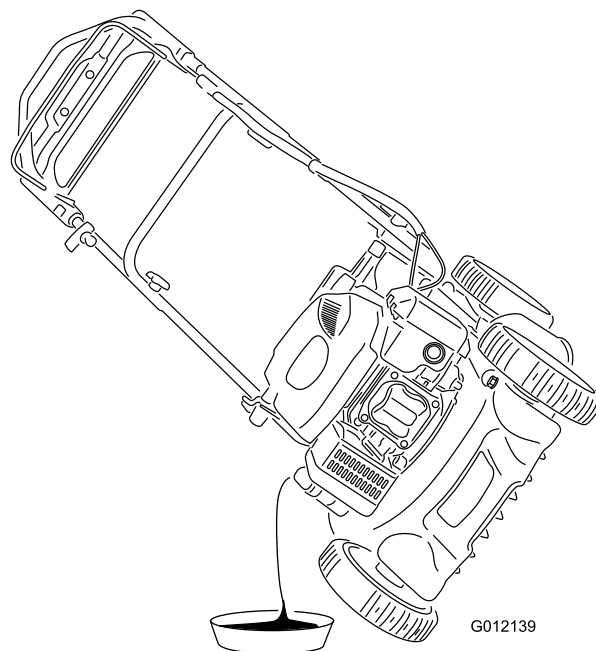

Рисунок 22
4. Для слива отработанного масла через маслозаливную горловину в сливной поддон наклоните машину на одну сторону так, чтобы масломерный щуп был направлен вниз (**Рисунок 22**).